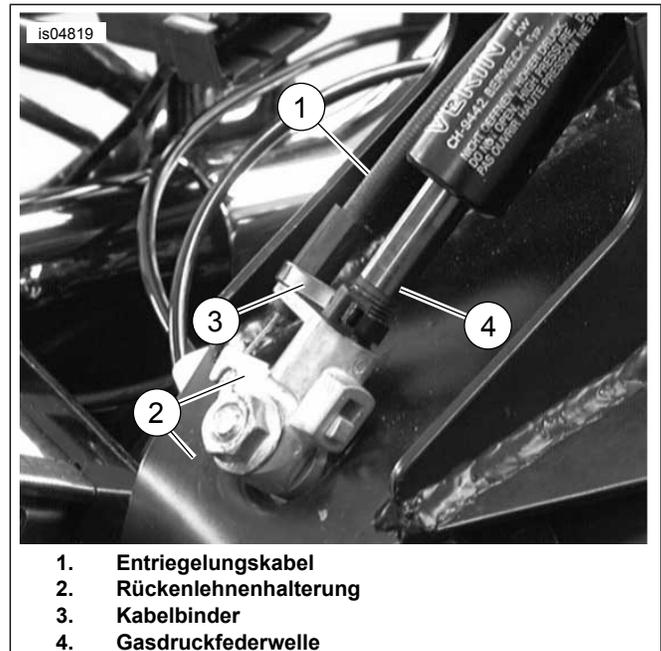

Abbildung 11. Das Kabel an der Rückenlehnenhalterung befestigen
19. Siehe Abbildung 11 >. Das Entriegelungskabel (1) wie abgebildet an der Rückenlehnen-Befestigungshalterung (2) anbringen.
20. Vorsichtig das Kabel mit dem mitgelieferten Kabelbinder (3) an der Welle der Gasdruckfeder (4) befestigen. Den Kabelbinder nicht zu fest anziehen.